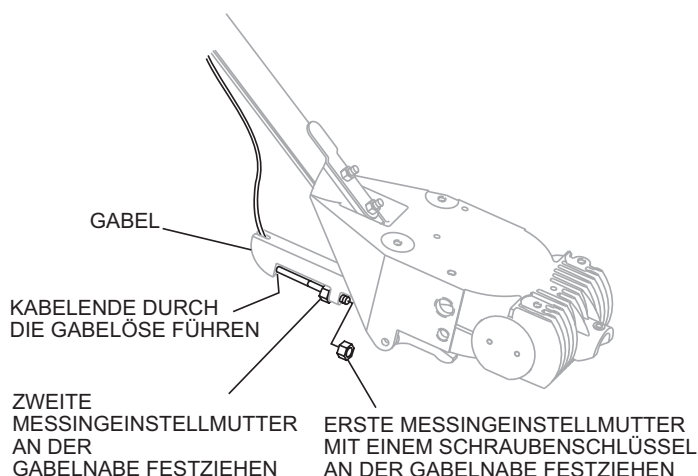

Abbildung 15. Gabelbefestigung für Kabel
- Das Kabelende durch die Gabelöse führen (Abbildung 15). Die erste Messingeinstellmutter von Hand anziehen, so dass das Kabel nicht durchhängt.